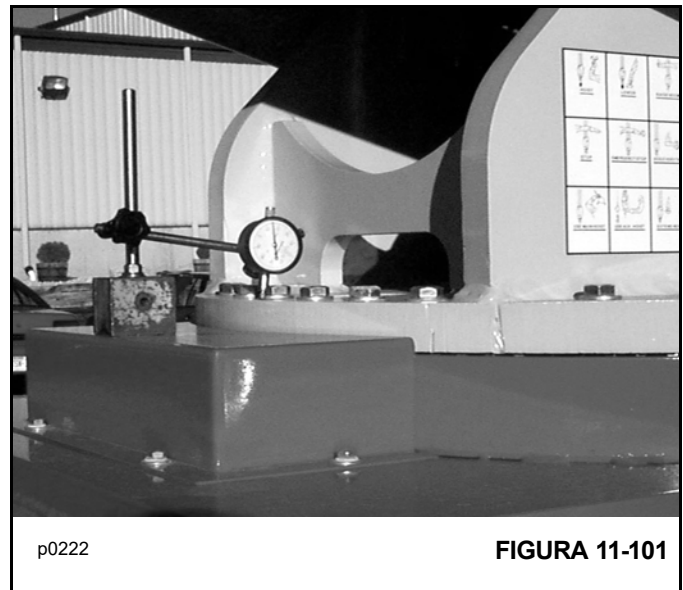

FIGURA 11-101
- Con la pluma completamente extendida hacia adelante y en posición horizontal, coloque un indicador de cuadrante en la cubierta del mecanismo de giro y el mástil como se muestra en la Figura 11-101.